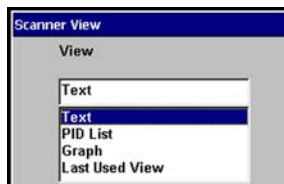

Abbildung 5-27 Menü Scanner-Ansicht (Beispiel)
2. Drücken Sie **Y/a** , um eine Dropdown-Liste anzuzeigen (Abbildung 5-27).